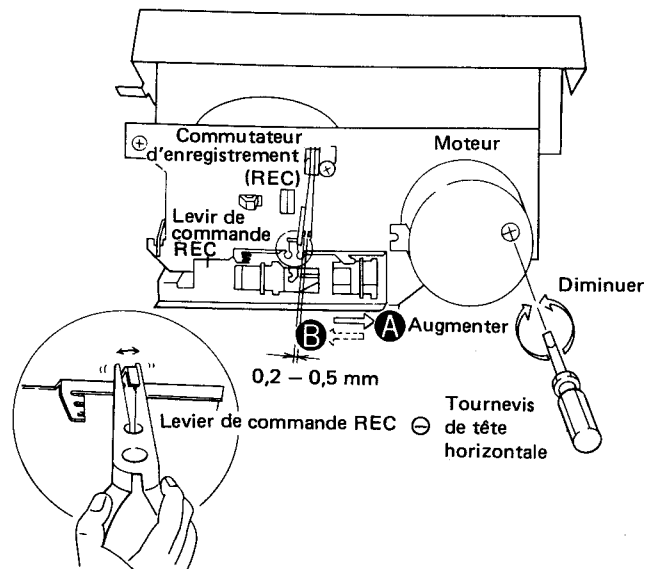

Fig. 11-2 Réglage de la vitesse de défilement de la bande et du commutateur d'enregistrement (REC)
2. Reproduire la partie à 3kHz de la bande d'essai STD-301. Au début, la fréquence doit se situer dans la plage de 2995Hz à 3010Hz, et elle peut être réglée en tournant la résistance ajustable située dans le trou de réglage du moteur-cabestan, comme indiqué à la figure 11-2.